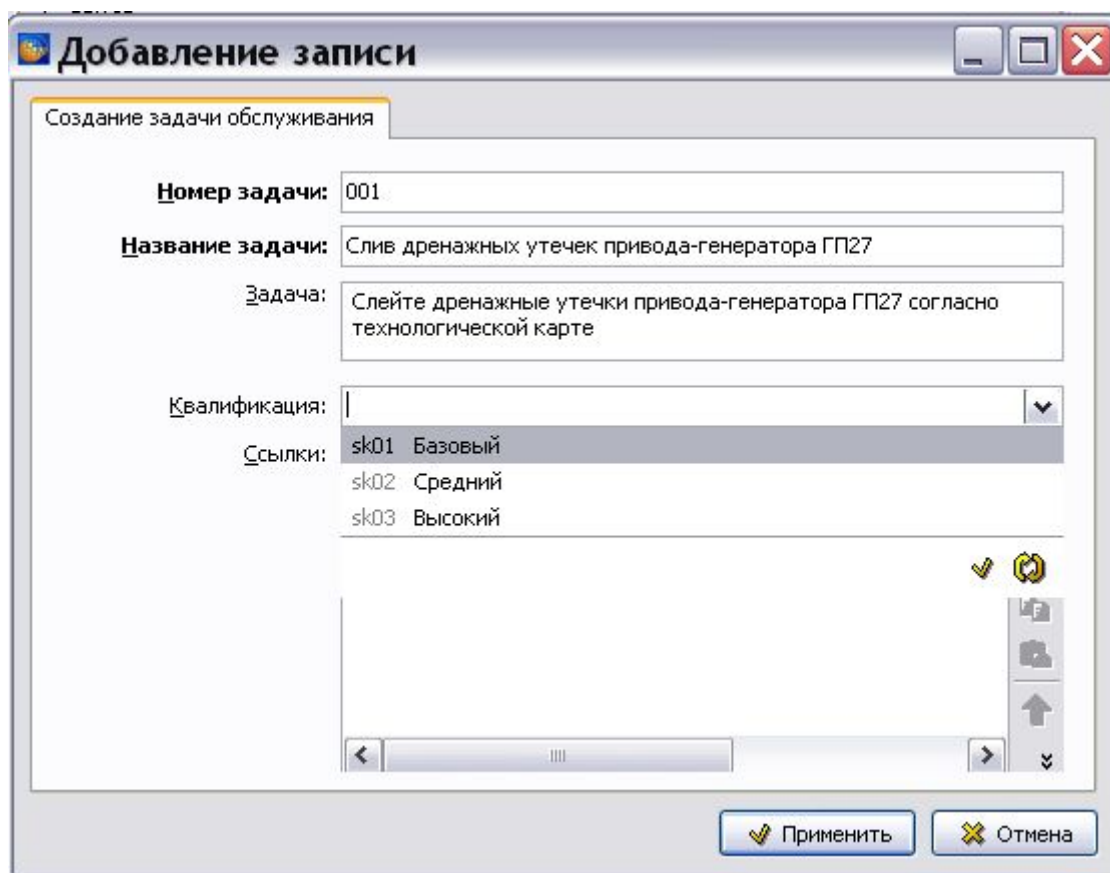

Рис. 7.92
5. В поле **Квалификация** из выпадающего списка, в котором находится информация из справочника уровней квалификации, выберите уровень квалификации персонала (Рис. 7.92). Возможен контекстный поиск по идентификатору элемента справочника с клавиатуры.